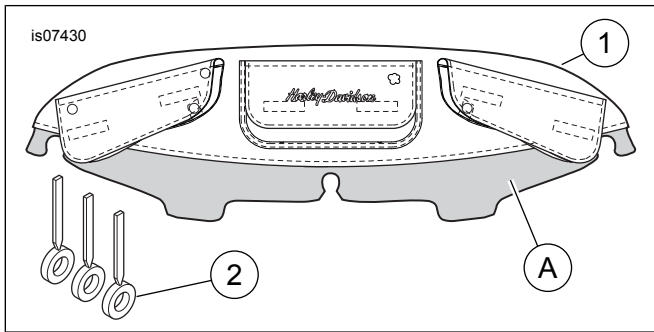

Abbildung 2. Ersatzteile, Verkleidungstasche mit mehreren Fächern
Siehe Abbildung 2 und Tabelle 1.
2. Die vier Schrauben (2), mit denen die Außenverkleidung an der Innenverkleidung befestigt ist, lockern aber **nicht entfernen**.
3. Siehe Abbildung 2. Den unteren Teil (A, schattiert dargestellt) der Verkleidungstasche (1) zwischen **Innenverkleidung** und Windschutzscheibe schieben.